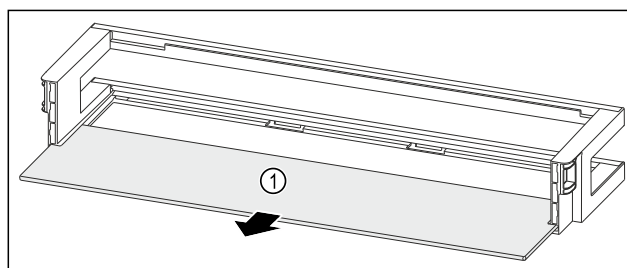

Fig. 105 Türabsteller mit Abstellfläche
- Abstellfläche Fig. 105 (1) entnehmen.